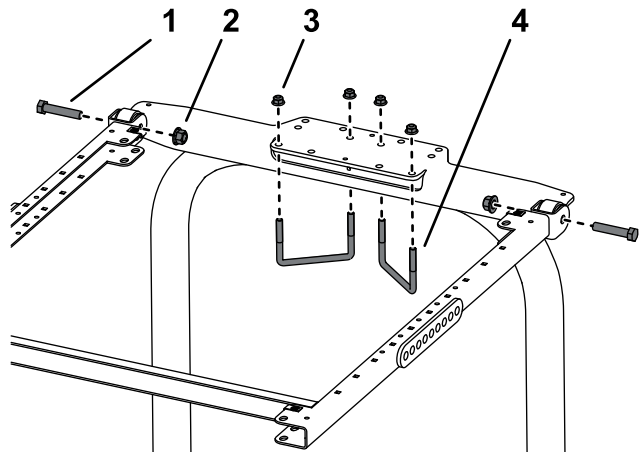

図 46
1. ROPS 取り付けブラケットを、スプレーヤの ROPS の上部にセットする 図 46。
2. ROPS 取り付けブラケットにフレームアセンブリを取り付ける 図 46。
3. 図 46 に示されている取り付け穴を利用して、ROPS 取り付けブラケットを ROPS 上部に取り付